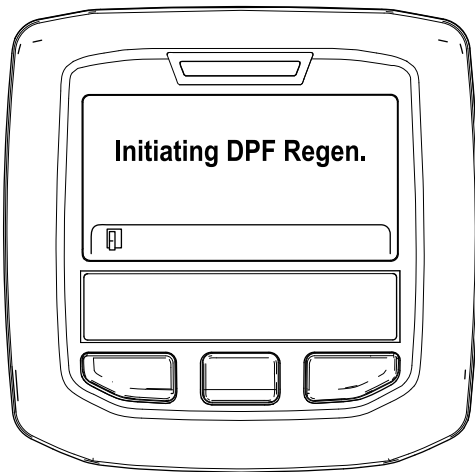

Figura 49
A. Se muestra el mensaje "Initiating DPF Regen." (Iniciando regeneración de DPF) (Figura 49).